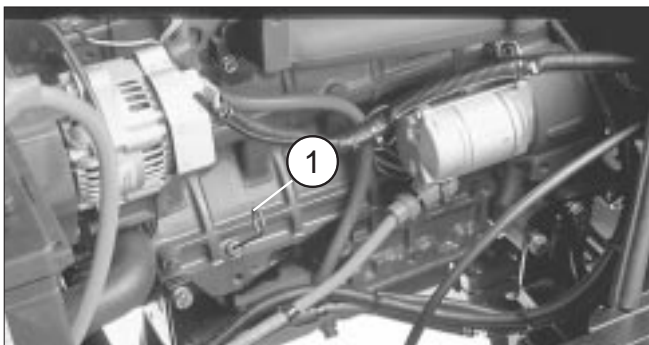

図2
3. ディップスティックを抜き、ウェスで拭いてからもう一度差し込んで引き抜き、オイルの量を点検します：FULLマークまであればOKです(図2)。